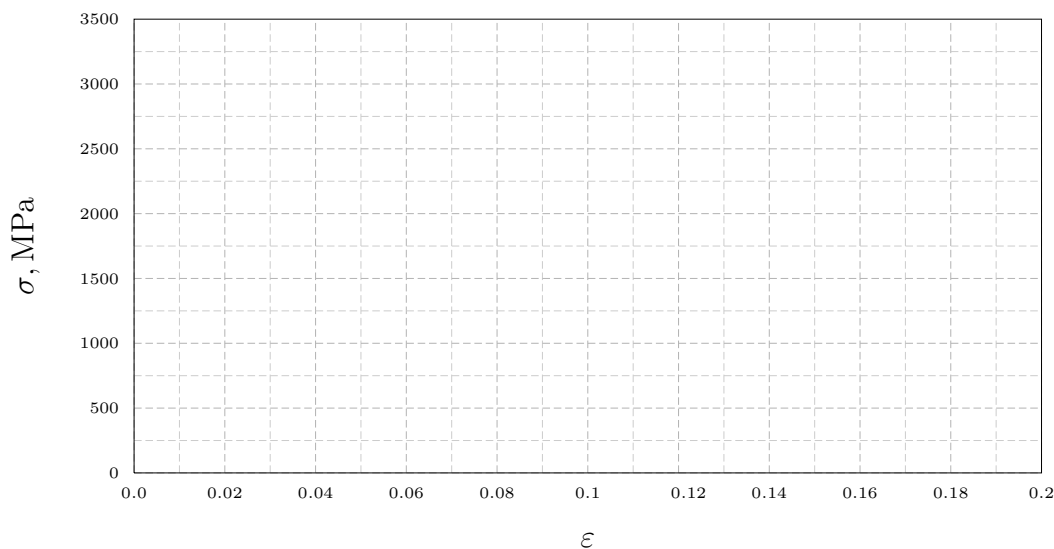

FIGURE 1 – Courbe de traction réelle du matériau recuit
- a) Esquissez la courbe de traction réelle de ce matériau dans le graphique de la Fig. 1.